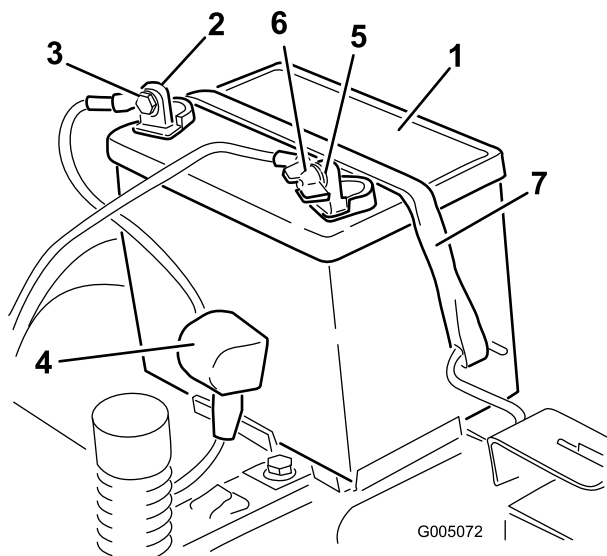

Figure 36
4. Débranchez le câble négatif (noir) de mise à la masse de la borne de la batterie (Figure 36). Mettez les fixations de côté.
5. Repoussez le capuchon en caoutchouc sur le câble positif (rouge). Débranchez le câble positif (rouge) de la borne de la batterie (Figure 36). Mettez les fixations de côté.
6. Enlevez la sangle de maintien de la batterie (Figure 36) et ôtez la batterie de son support.
1. Placez la batterie dans son support (Figure 36).
5. Fixez la batterie en place à l'aide de la sangle de maintien (Figure 36).